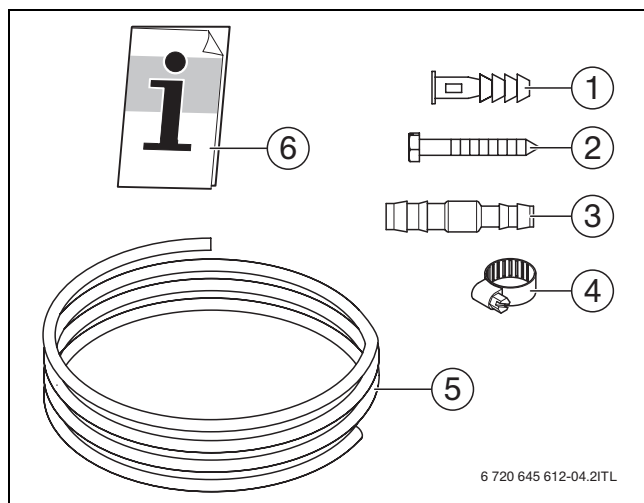

Fig. 1 Volume di fornitura
- Accessori compresi nel volume di fornitura (→ fig. 1)